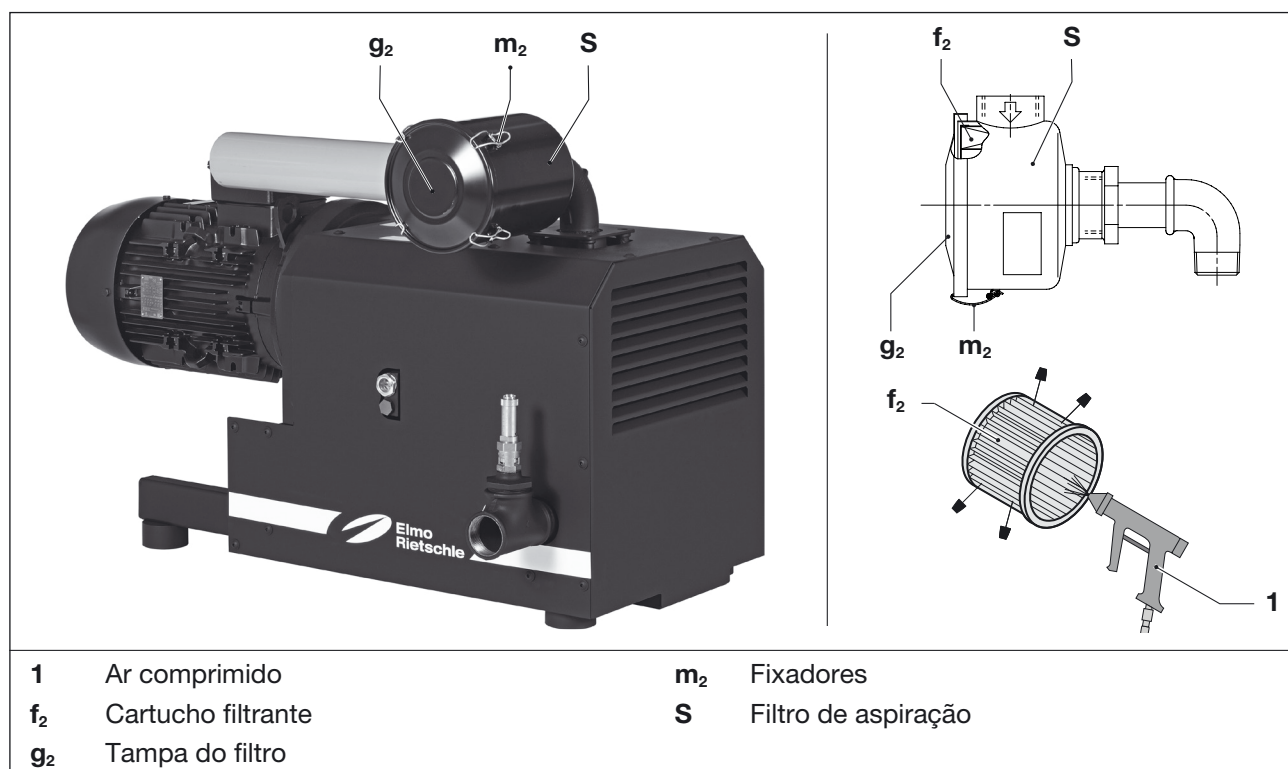

Fig. 8 Filtro de aspiração
- Soltar os fixadores (Fig. 8/m₂) da tampa do filtro (Fig. 8/g₂).
- Retirar o cartucho filtrante (Fig. 8/f₂) do filtro e limpar ou substituir.
- Montar novamente o cartucho filtrante no filtro e fixar a tampa (Fig. 8/g₂) com os fixadores (Fig. 8/m₂).